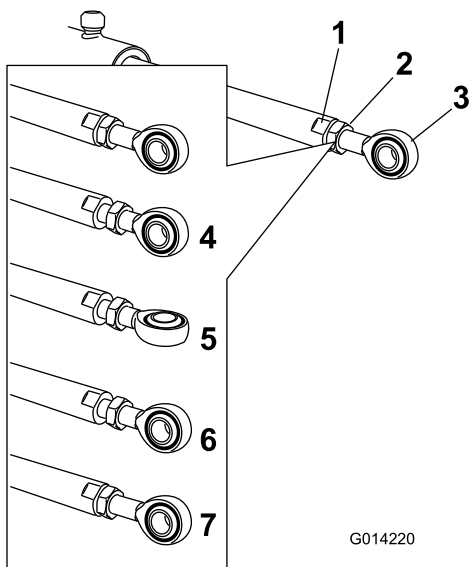

Figura 65
5. Utilize uma chave nos lados planos do acionador para imobilizar e, em seguida, desaperte a porca para permitir que a barra do olhal seja manipulada (Figura 65).
- Rode barra do olhal na barra do olhal para diminuir ou aumentar o acionador estendido para a posição desejada (Figura 65).